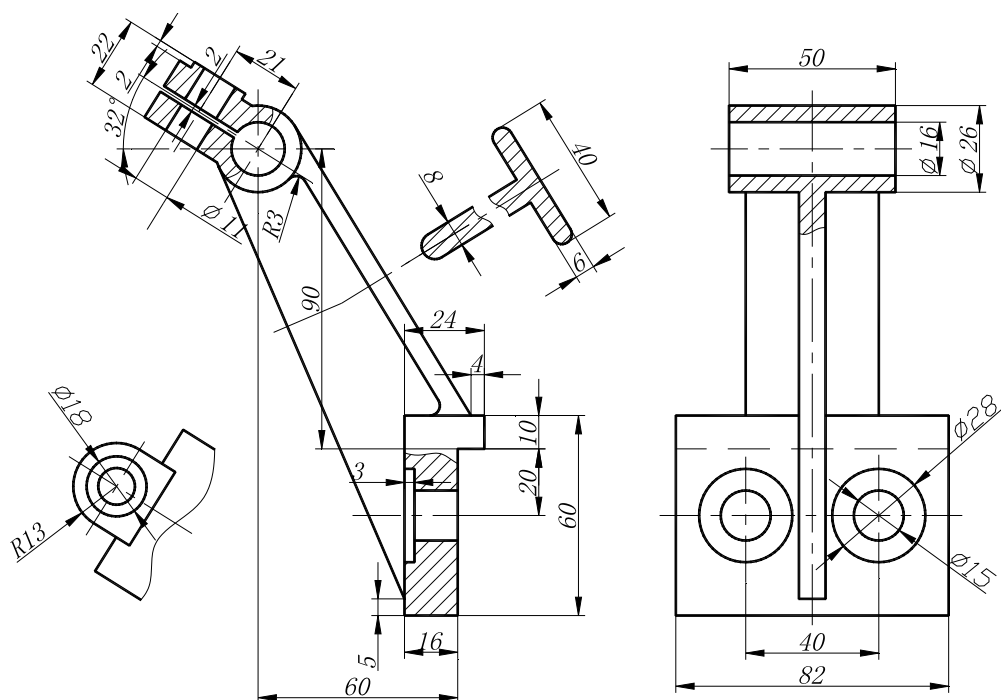

图 7-28 标注直径、半径和角度
(2) 标注完直径、半径和角度后的视图如图 7-28 所示。